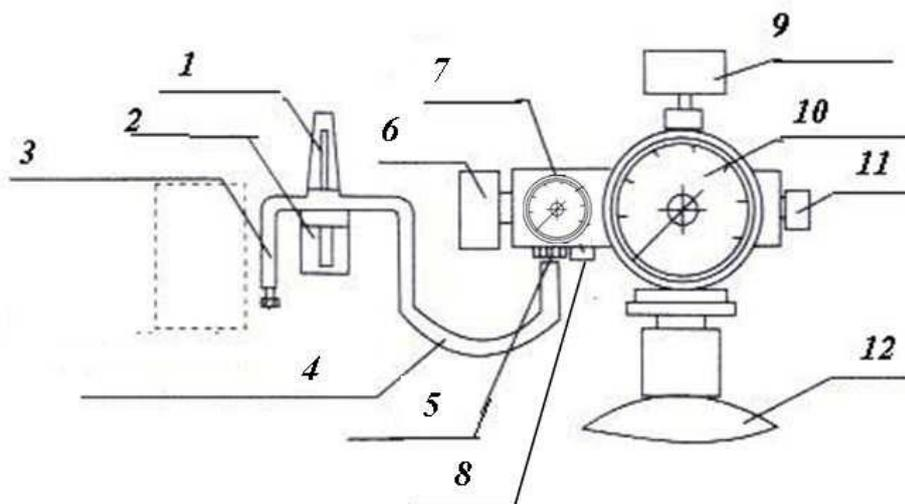

Рисунок 1.
- Обозначения частей – см. рисунок 1.